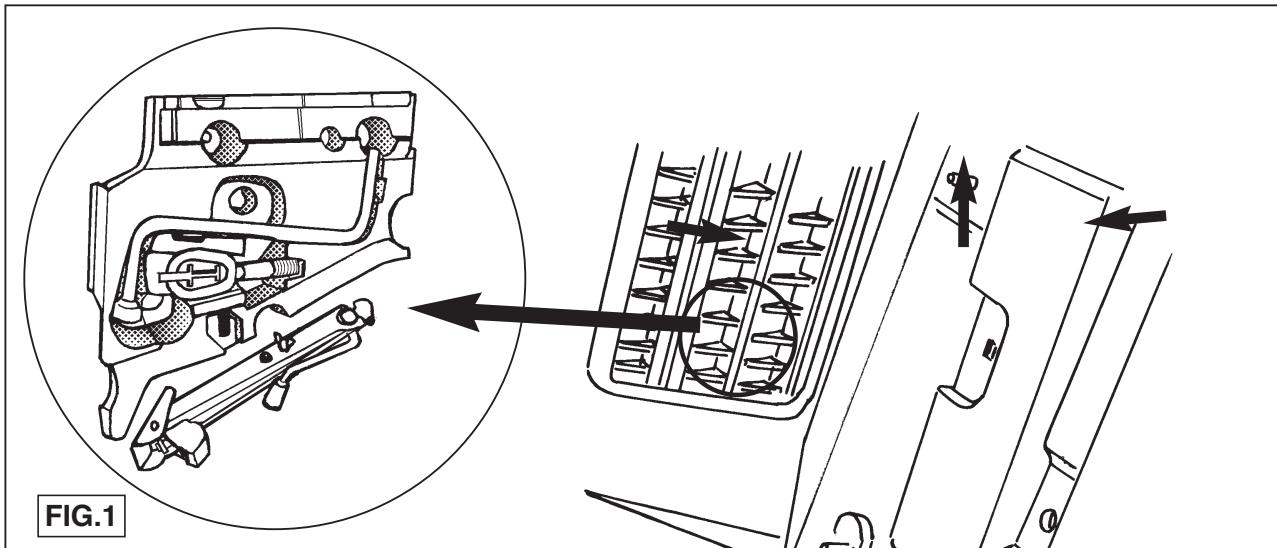
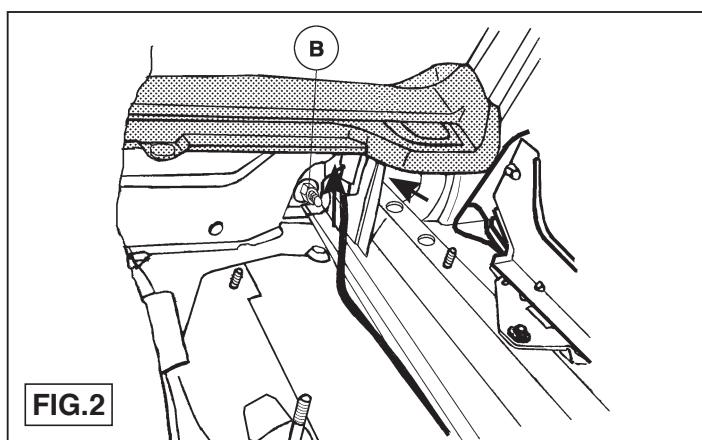
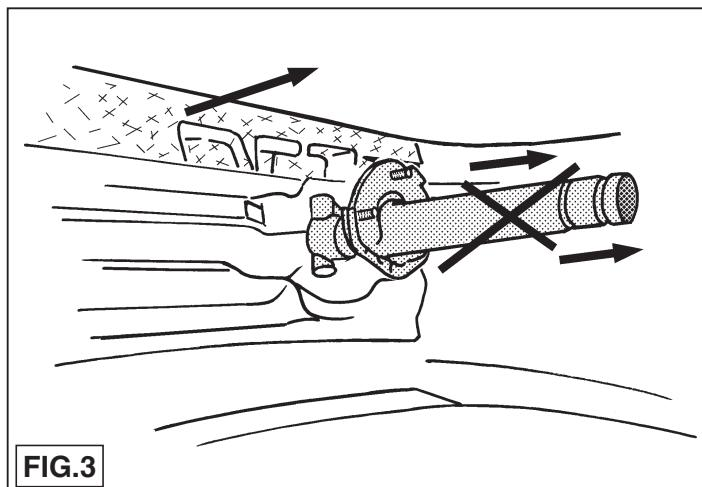
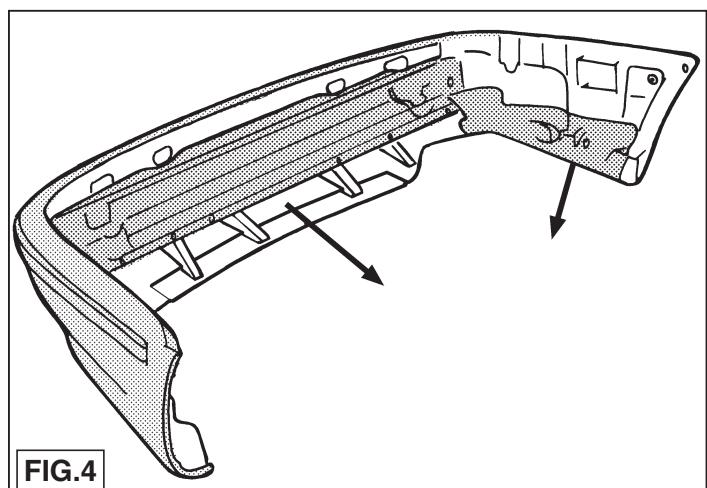

FIG.1
FIG.2
FIG.3
FIG.4
- Fit the ball housing, including socket plate including socket plate, flat washers and self-locking nuts. Place the towbar on the vehicle. Tighten all nuts and bolts to the torque shown in the Table. Retight the bumper and fix with the original fitting material and replace the parts shown in Figure 1.
1. Retirer du coffre les pièces indiquées à la fig. 1. Démonter le pare-chocs. Les boulons de fixation du pare-chocs à gauche dans le coffre sont indiqués à la fig. 2. La situation à droite en est l'image inversée. Conformément à la fig. 3, démonter les amortisseurs du pare-chocs.
Ces amortisseurs ne sont pas remontés. Enlever le châssis en métal léger, la pièce intercalaire en polystyrène et, s'il est présent, le bouclier thermique du pare-chocs conformément à la fig. 4. Le long des pointillés préperforés (fig. 5), scier la partie du milieu du châssis en métal léger.
3. Monter le logement de la rotule y compris la prise électrique, les rondelles de blocage et les écrous autofréinés. Placer le crochet sur la voiture. Serrer tous les boulons et écrous conformément au tableau. Replacer le pare-chocs et le fixer avec le matériel de fixation original, et replacer les pièces indiquées à la fig. 1.
Ställningen i häfte slide är spelfvändt för den vänstra sidan. Att montera kofangeren i fig. 1 angivne deler från bagagerrummet. Att montera kofangeren i häfte slide är spelfvändt till vänstre i bagagerrummet ses på fig. 2.
1. Fjern de i fig. 1 angivne deler från bagagerrummet. Att montera kofangeren.
støddæmperne fra kofangeren jævnfør fig.3. Støddæmperne monteres ikke igen. Fjern letmetalrammen, polystyrenfyldstykket og evt. varmeskjoldet (hvis det er relevant) fra kofangeren jævnfør fig.4. Sav midtlederen ud af letmetalrammen ved at save langs med den forperforedede linie.
3. Monter kuglehuset, inklusive kontaktplade, planskiver og selvlåsende møtrikker. Anbring trækkrogen på bilen. Spænd alle bolte og møtrikker, som angivet i tabellen. Monter igen kofangeren med de oprindelige montagematerialer og sæt de i fig. 1 angivede dele på igen.
1. Retirar del maletero las partes indicadas en la fig. 1. Desmontar el parachoques. Los tornillos de fijación del parachoques a la izquierda dentro del maletero se indican en la fig. 2. La situación a la derecha es su inverso. Desmontar los amortiguadores del parachoques de acuerdo con la fig. 3. Los amortiguadores no se vuelven a colocar. Retirar del parachoques el armazón de metal ligero, la pieza espaciadora de poliestireno, y si presente, el escudo térmico de acuerdo con la fig. 4. Serrar por la línea de puntos preperforada (fig. 5), la parte central del armazón de metal ligero.
- 3. Montar la caja de la bolla inclusive placa encubierta, arandelas planas y tuercas de seguridad. Montar el gancho de remolque en el vehículo. Apretar todos los tornillos y tuercas según los puntos indicados en la tabla. Volver a colocar el parachoques y fijarlo con el material original de fijación y volver a colocar las partes indicadas en la fig. 1.